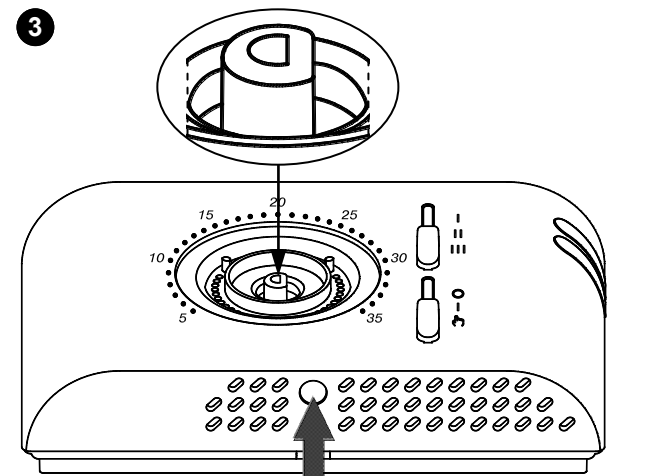

Fig. 4 - Abb. 4
- 3 À l'aide d'un tournevis, pousser la languette plastique située dans la fente en bas jusqu'à soulever légèrement la calotte (Fig. 4).